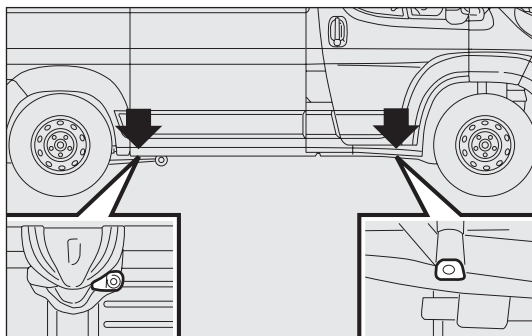
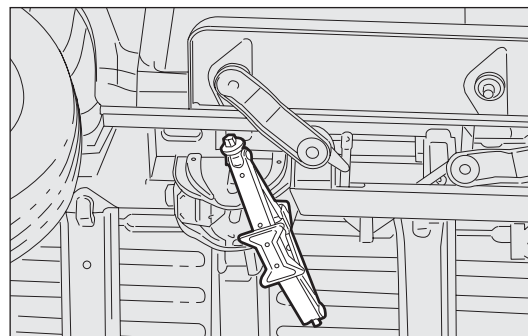

fig. 165
fig. 166
- fixer le cric au niveau du support de levage le plus près de la roue à changer aux points indiqués dans la fig. 165. Pour les versions à empattement court avec marche-pied escamotable, le cric doit être placé sur le point de levage indiqué dans la fig. 166 orienté (45°) de façon à ne pas interférer avec le marche-pied escamotable;